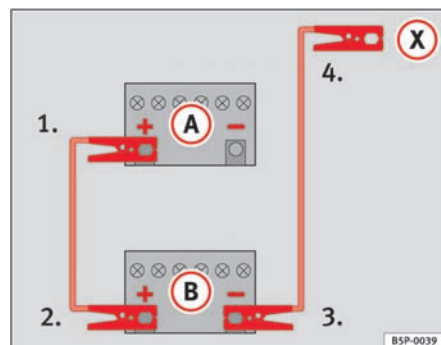

Fig. 165 Sådan skal startkablerne sættes på.
På ⇒ fig. 165 ses det afladede batteri (A) og det opladede batteri (B).
1. Forbind den ene ende af det røde startkabel til pluspolen ⇒ fig. 165 (+) i bilen med det afladede batteri ⇒ ⚠.
4. Forbind den anden ende af det sorte startkabel (X) til en massiv metaldele, der er skruet fast på motorblokken, eller på selve motorblokken i bilen med det afladede batteri. Forbind det ikke til et sted nær batteriet ⇒ ⚠.